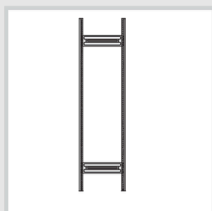
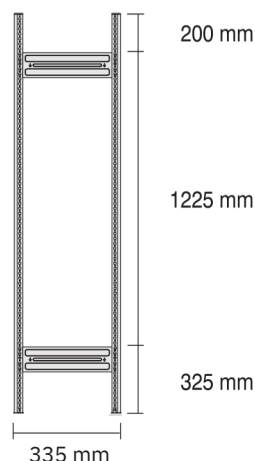

Abb. 1
Abb. 2
- (D) Zwei Stützprofile im Abstand der Stützenverbinder anordnen (Abb. 1). Stützenverbinder entsprechend Abb. 2 (die Pfeile zeigen in Richtung des Fußbodens) einsetzen und mit einem Gummihammer o.ä. in die Stützprofile einschlagen.
Achtung! Die Fixierprägung der Stützenverbinder (Abb. 2 a) muss auf beiden Seiten in die Stützprofile einrasten (Abb. 3 a).
- (F) Disposer deux profilés d'appui en laissant de la place pour les raidisseurs de montants (fig. 1). Mettre les raidisseurs de montants en place conformément à la figure 2 (les flèches sont dirigées vers le sol) et les introduire dans les profilés d'appui à l'aide d'un marteau en caoutchouc ou similaire.
Attention! La patte de fixation des raidisseurs de montants (fig. 2 a) doit se clipser dans les profilés d'appui (fig. 3 a).
- (NL) Twee steunprofielen op de afstand van de steunverbindingsstukken plaatsen (afb. 1). Steunverbindingsstukken overeenkomstig afb. 2 (de pijlen wijzen in de richting van de vloer) inzetten en met een rubberen hamer of dergelijke in de steunprofielen slaan.
De fixeeradhesie van de steunverbindingsstukken (afb. 2 a) moet aan beide kanten in de steunprofielen sluiten (afb. 3 a).
- (GB) Arrange two support frames at the correct distance for the support connection (fig. 1). Fit the support connections as shown in fig. 2 (the arrow points in the direction of the ground) and use a rubber hammer (or similar) to tap them into the support frames.
Attention! The locking pieces for the support connections (fig. 2 a) must be snapped in position on both sides in the support frames (fig. 3 a).
Abb. 2 a ☐
- (D) Der Rahmen wird entsprechend der Seite 2 montiert. Dabei ist die Anordnung der Stützenverbinder zu beachten (Abb. 1)!
- (F) Le cadre est monté conformément à la page 2. Pour ce faire, il faut respecter la disposition des raidisseurs pour montants (fig. 1)!
- (NL) Het frame wordt aan de hand van de instructies op bladzijde 2 gemonteerd. Let daarbij op de plaatsing van de dwarsverbinding (afb. 1)!
- (GB) The frame is assembled according to page 2. In doing so, please observe the arrangement of the support connections (Fig. 1)!